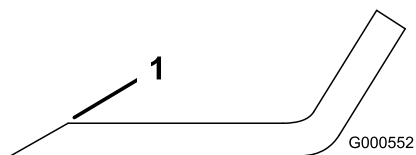

Figure 34
1. Au moyen d'une lime, aiguissez les tranchants aux deux extrémités de la lame (Figure 34).
Remarque: Si la lame est déséquilibrée, limez un peu l'extrémité de l'ailette seulement (Figure 34).